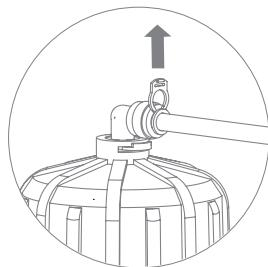

Рис. 14
3. Отсоедините стопорную клипсу, фиксирующую цангу (рис. 14). Отсоедините трубку, удерживая цангу прижатой к корпусу (см. раздел «Отсоединение трубок» (стр. 8)). При необходимости отсоедините все трубы от корпуса мембранны и извлеките его из корпуса фильтра.